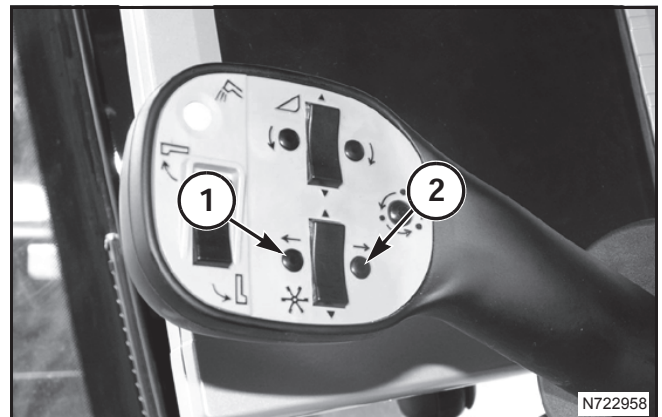

FIG. 19
FIG. 19: Presione el botón izquierdo (1) para mover el molinete hacia adelante en los brazos de soporte del molinete. Presione el botón derecho (2) para mover el molinete hacia atrás en los brazos de soporte del molinete.